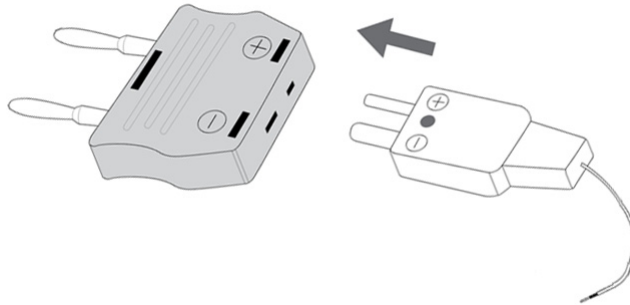

Figure 2-13 Connexion de la sonde de température sur l'adaptateur de transfert sans compensation
- 2 Connectez la sonde de température miniature sur l'adaptateur de transfert sans compensation comme illustré sur la Figure 2-13.